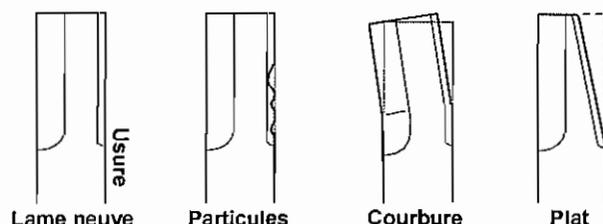
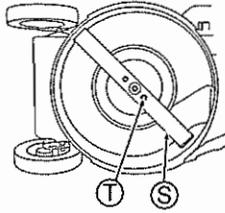

Fig. 34
Fig. 35
- Vérifiez qu'il n'y a pas de problème de particules, de courbure ou d'usure sur la lame (S). (Voir Fig. 34)
- Si la lame (S) ou ses boulons de montage (T) sont "usés", "cassés" ou "déformés", remplacez-les par des pièces neuves correspondant à nos spécifications.
- Vérifiez que les Boulons de montage de la lame (T) sont bien serrés au couple de torsion spécifié. (Voir Fig. 35)
- Serrez complètement les Boulons de montage de la lame (T) à la main.